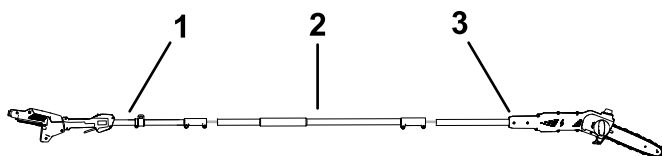

Figure 4
4. Répétez cette procédure pour relier la section côté élagueuse à la section centrale de la perche (Figure 4).